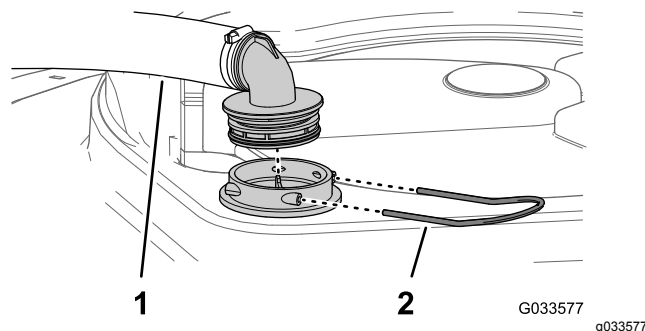

Bild 46
2. Nehmen Sie oben am Sprühbehälter den Halter ab, mit dem das Schlauchanschlussstück befestigt ist, das am dicken Schlauch und dem Filtergehäuse angeschlossen ist (Bild 46).